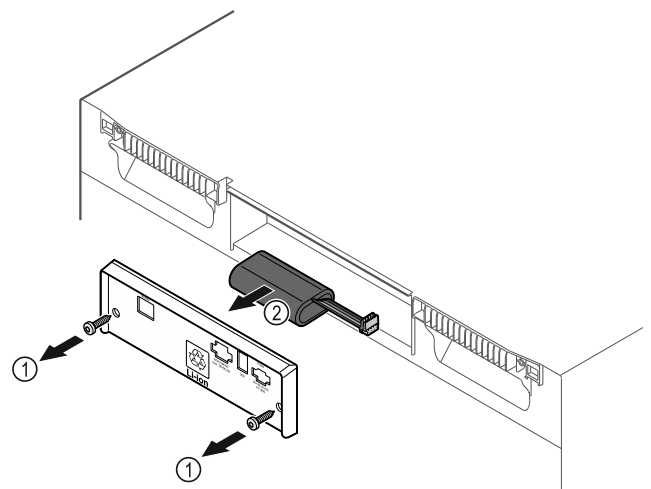

Fig. 215
- ▶ Csavarja ki a csavarokat, és távolítsa el a burkolatot a készülék hátoldaláról Fig. 215 (1).
- ▶ Válassza le, és vegye ki az elemet Fig. 215 (2).